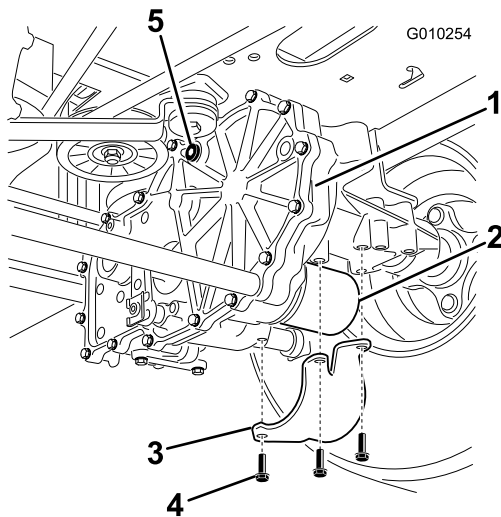

Figura 59
2. Localice el filtro y los protectores de cada sistema de tracción del transeje (Figura 59). Retire los tres tornillos que sujetan el protector del filtro, y retire el protector.